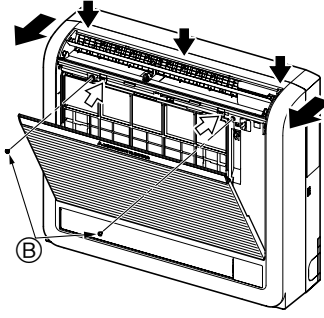

Fig. 3-3
- 1) Oklarla $\Rightarrow$ gösterilen 2 konuma bastırın ve ön ızgarayı açın. (Fig. 3-3)